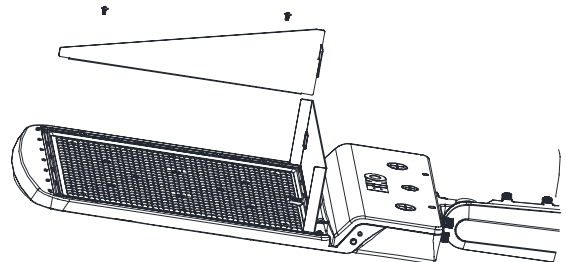
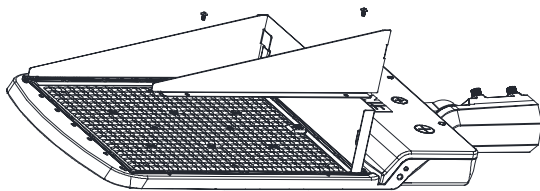

Figure 2
Figure 3
- 2** Aligner l'écran latéral avec le trou de montage du luminaire. (Figure 2 et Figure 3)